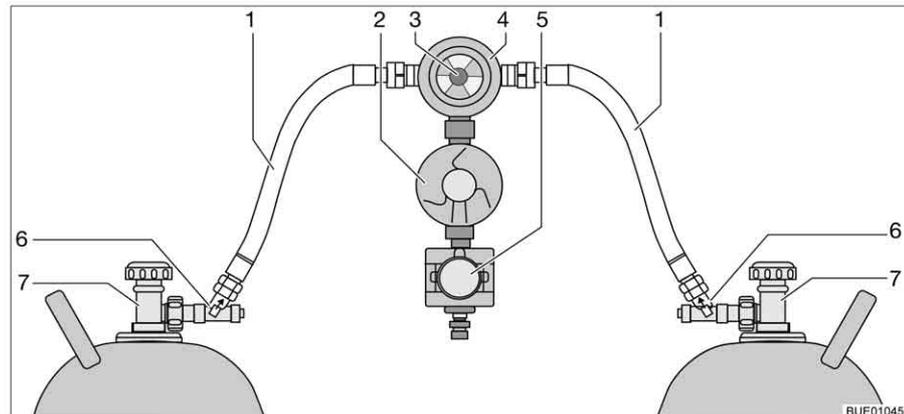

Fig. 81 Instalación de conmutación Crash-Protection-Unit
La Crash-Protection-Unit se compone de dos restrictores de desbloqueo manual (Fig. 81,6), una válvula selector (Fig. 81,4) con regulador de presión (Fig. 81,2), una electroválvula (Fig. 81,5) y la unidad de mando con LED de tres colores. La válvula selector está montada entre las dos gomas del gas (Fig. 81,1).
Con el botón giratorio (Fig. 81,3) en la válvula selector se puede determinar cuál de las bombonas de gas se utilizará como bombona de servicio y cuál bombona de gas como bombona de reserva.
En la unidad de mando (Fig. 82) únicamente pueden conmutarse las funciones eléctricas. Las llaves de paso principales de las bombonas de gas (Fig. 81,7) y los desbloques (Fig. 81,6) deben abrirse a mano.
- Abrir las llaves de paso principales en las bombonas de gas (Fig. 81,7).
- Pulsar los desbloques (Fig. 81,6), uno tras otro, durante 10 segundos.
- Con el botón giratorio (Fig. 81,3) en la válvula selectora (Fig. 81,4), seleccionar la bombona de gas de la que habrá de tomarse el gas principalmente (bombona de servicio).
- Cerrar las llaves de paso principales en las bombonas de gas (Fig. 81,7).